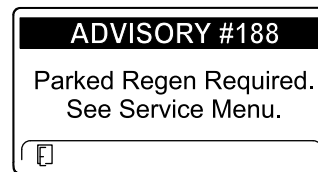

Figure 45
- ADVISORY #188 (avis n° 188), demande de régénération en stationnement (Figure 45)